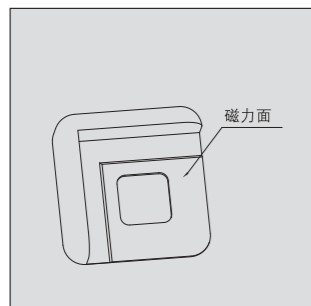
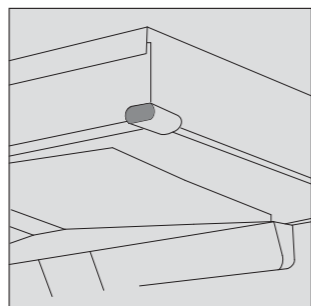

图5
图6
(1) 将装饰罩放入风机外罩;
(2) 把风机外罩、装饰罩同时拿起, 先把装饰罩卡入装饰罩挂钩内, 然后同时将装饰罩、风机外罩沿装饰罩挂钩组件推到底;
(3) 把装饰罩、风机外罩推到底后, 风机外罩缓缓滑下来, 将风机外罩卡扣卡入风机架, 然后将风机外罩插入顶板与风机架的间隙内。
10. 安装防撞配件: 先确定防撞配件磁力面(如图5所示), 再将防撞配件贴在吸油烟机角部(如图6所示)。